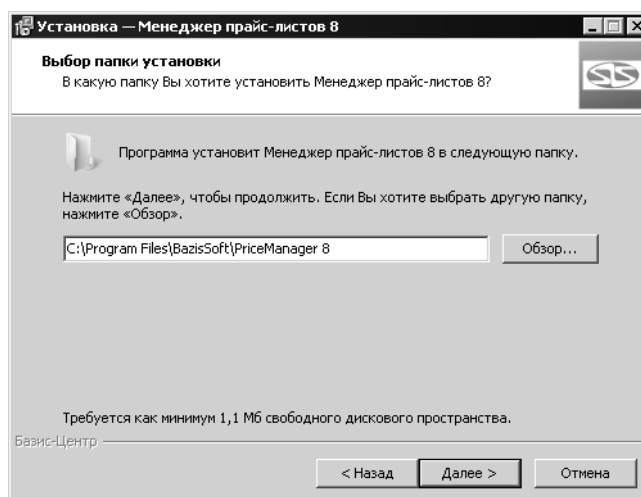

Рис. 1.1.
4. Укажите папку установки модуля (рис. 1.1).